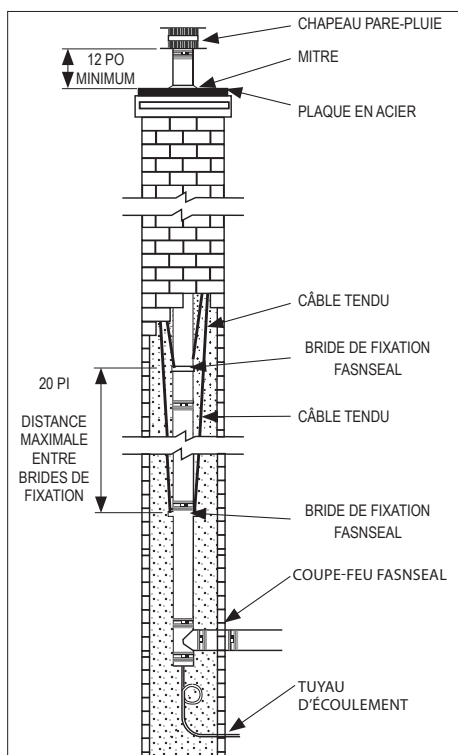
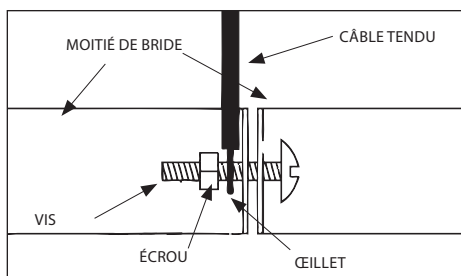

Figure 7
Figure 9
autres types de support peut donc s'avérer quasiment impossible. Une autre façon de soutenir des installations passant par une cheminée de maçonnerie consiste à utiliser une série de câbles tendus et de brides de fixation FasNSeal. Se reporter à la **Figure 7** pour une installation typique. Il est essentiel d'utiliser suffisamment de brides et un renfort adéquat pour soutenir en toute sécurité le poids de toute la colonne verticale. Il est essentiel d'utiliser suffisamment de brides et un renfort adéquat pour soutenir en toute sécurité le poids de toute la colonne verticale. DuraVent recommande également d'utiliser un raccord de purge FasNSeal à la base du système d'évacuation.
2. Installer une bride de fixation FasNSeal à la base de la colonne d'évacuation. La première bride de fixation doit être placée directement sous le joint supérieur de la portion droite la plus basse (**Figure 7**). Se reporter à la **Figure 9** pour connaître la bonne façon de fixer les câbles tendus à la bride de fixation FasNSeal. Ne pas fixer le câble entre les deux moitiés de bride. Ceci empêcherait la bride de bien enserrer la colonne de ventilation.